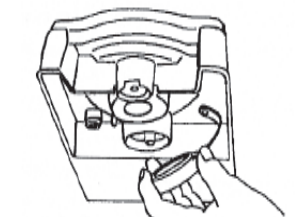

図11
- 8) 水平に持ったまま、ゴムカバーを外してください (図11)。